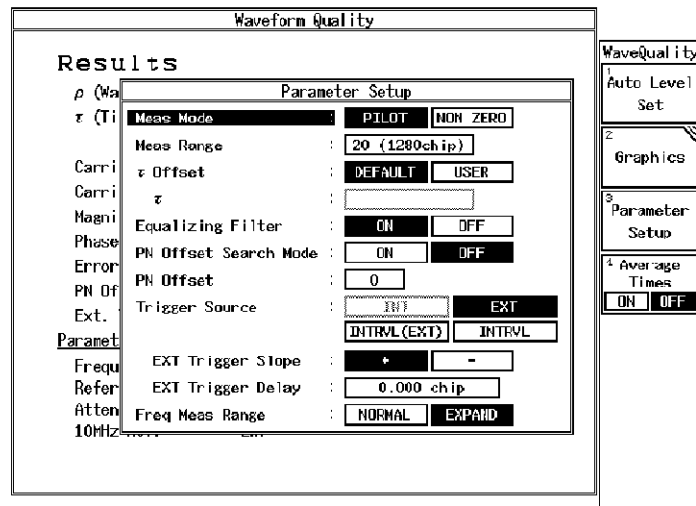

図 6-3 測定パラメータ表示 (Forward Link)
4. R3267 シリーズを CF:800MHz、RF 入力、Forward Link に設定し、パラメータを図 6-3 のように設定し、**DC CAL**、**AUTO LEVEL** を実行します。